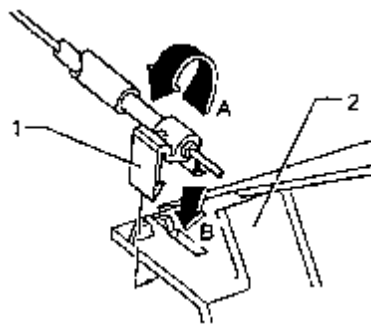

图 13-25 安装温度活门拉索
- ③如图 13-25 所示，将温度活门拉索 1 装到定位器中，如箭头 B 所示。
- ④温度活门拉索 1 旋转，直到在空气分配器壳体 2 中卡住，如箭头 A 所示。温度活门拉索的标记为红色。